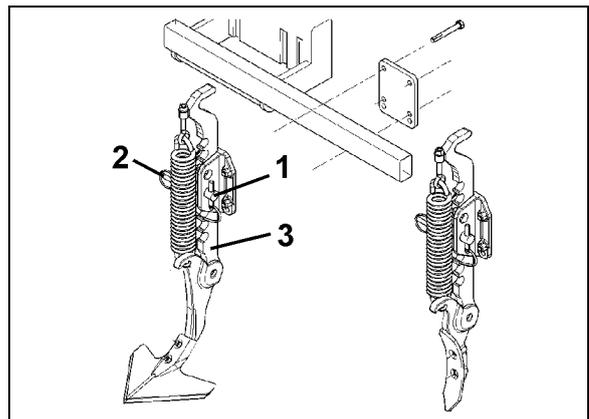

Fig. 29
3. Réglez la profondeur de travail en repositionnant l'axe (Fig. 29/1) sur la dent de l'effaceur de traces (Fig. 29/3) puis remettez la goupille (Fig. 29/2).